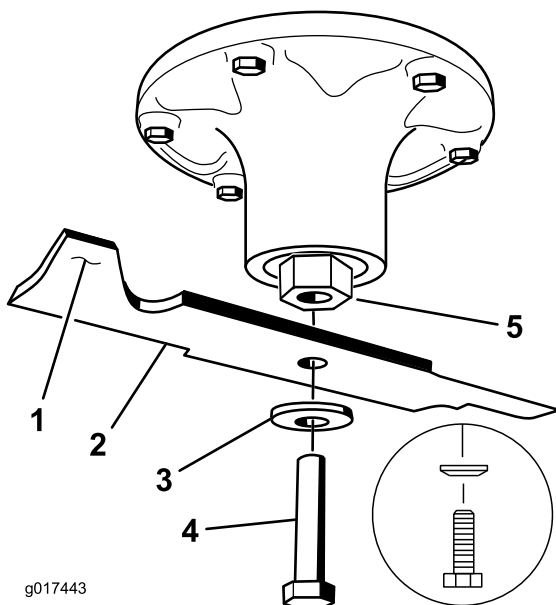

Figura 101
2. Retire del eje el perno de la cuchilla, la arandela curva y la cuchilla (**Figura 101**).
- Instale la cuchilla en el eje (Figura 101).
- Instale la arandela curva y el perno de la cuchilla (Figura 101).